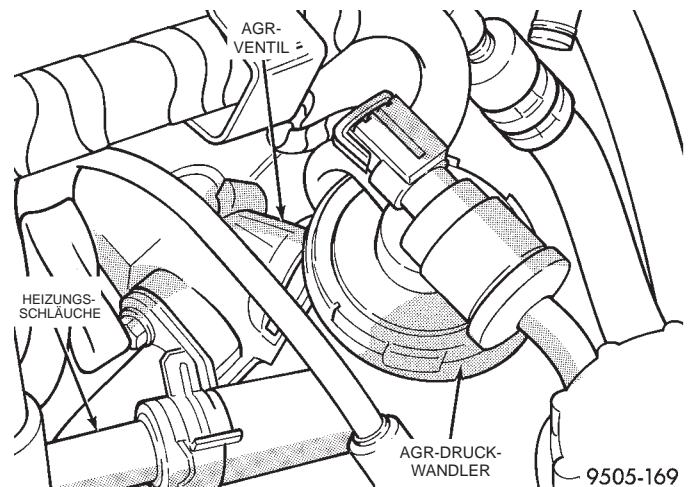

Abb. 94 AGR-Druckwandler und AGR-Ventil
(7) Den AGR-Druckwandler und die Unterdruckschläuche (Abb. 94) vom AGR-Ventil abnehmen. **Die Entfernung des Ventils ist erforderlich, um den für den Ausbau des Unterdruckbremskraftverstärkers benötigten Spielraum zu erhalten und**
(10) Den AGR-Druckwandler an das AGR-Ventil anschließen (Abb. 94). Den Kabelbaumsteckverbinder (Abb. 94) auf den AGR-Druckwandler stecken und dabei sicherstellen, daß der Halteclip ganz in den AGR-Druckwandler eingerastet ist.